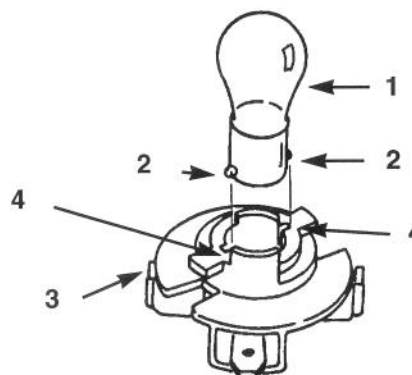

Bild 18
4. Die Birne im Gegenuhrzeigersinn eindrücken und drehen, bis sie den Anschlag erreicht (ca. 1/4 Umdrehung), dann die Birne aus der Fassung entfernen (Bild 18).
fern (Bild 18).
1. An beiden Seiten ihrer Unterseite hat die Birne Metallstifte. Diese mit den Auskerbungen in der Birnenfassung abstimmen und die Birne in die Fassung eindrücken (Bild 18). Die Birne unter Druck im Uhrzeigersinn bis zum Anschlag drehen.